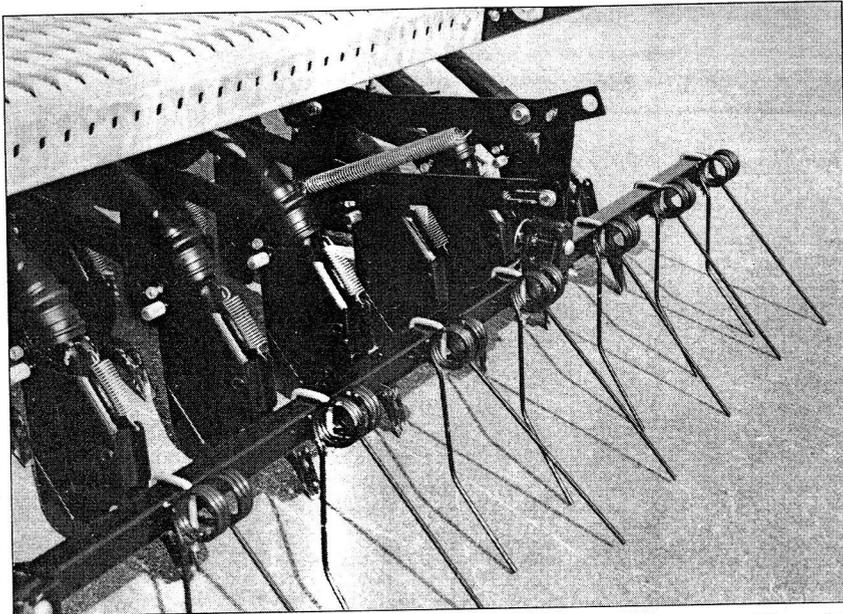

Fig. 44
**Leichter Saatstriegel** (Fig. 44; nur in Verbindung mit Ladesteg anbringbar, nur für Schleppschare): zweiteilig, zweireihig, mit leicht nachlaufenden Zinken. Zinkendruck über Federzug verstellbar; für leichte und mittlere Böden.